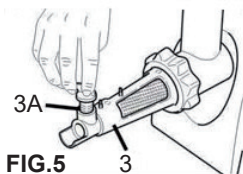

FIG.5
A questo punto avvitare la vite di regolazione in plastica (3A) nell'apposita sede sul setaccio (fig.5) e posizionare il vassoio (4) sul condotto di alimentazione.